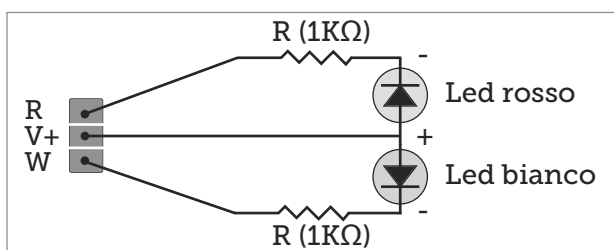

figura 3 (collegamento luci a LED)
5. Collegare i fili delle luci di marcia come indicato nella figura 3.